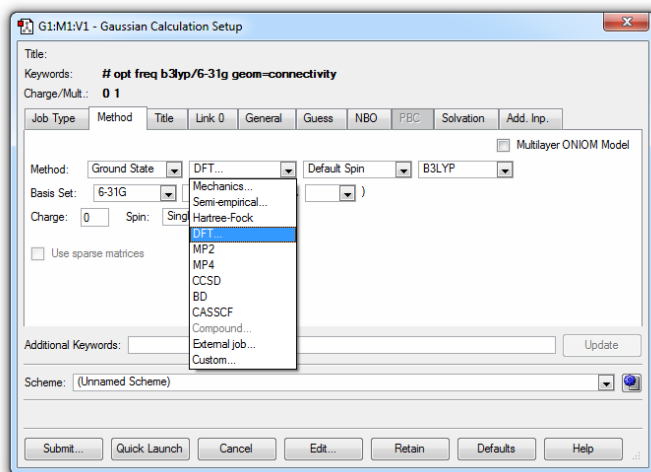

Рис. 6.1. Выбор метода расчета
1. Проведите оптимизацию геометрии каждой структуры в газовой фазе с помощью теории функционала плотности. Для этого выберите в закладке метод DFT (теория функционала плотности), гибридный функционал B3LYP и валентно-расщепленный базисный набор 6-31G (рис. 6.1). Структура К должна иметь такую исходную геометрию, чтобы аминогруппа находилась достаточно близко к атому углерода, с которым она замкнет цикл в структуре М.